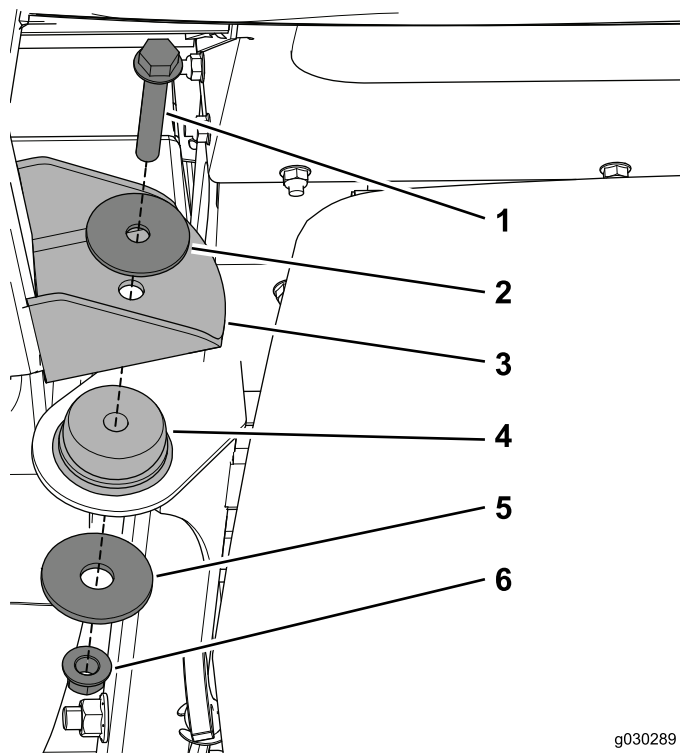

図 19
5. ボルト 1/2 x 3 インチ、スラストワッシャ、大きいワッシャ、ロックナットを使って、キャブを後マウントに固定する 図 19。